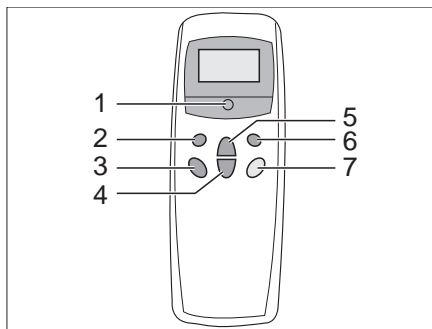

Fig. 204 Mando a distancia
La instalación de aire acondicionado está colocada en el techo del vehículo. El mando a distancia (Fig. 204) para la instalación de aire acondicionado se encuentra en la zona de la cocina.
- Conectar el mando a distancia con el interruptor (Fig. 204,5).
- Ajustar con la tecla (Fig. 204,1) el modo de funcionamiento deseado.
- Caso necesario ajustar con las teclas (Fig. 204,3 y 4) la potencia del ventilador y la temperatura ambiente deseadas.
- Para la desconexión pulsar de nuevo la tecla (Fig. 204,5) en el mando a distancia.